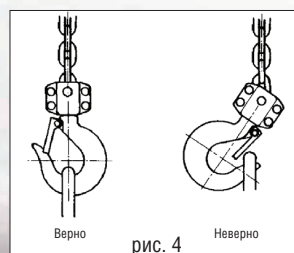

рис. 4
- Установите рычаг реверса на рукоятке в нейтральное положение (Рис. 4) так, чтобы цепь ходила свободно.
- Примечание: цепь ходит свободно, когда нет груза. Подтяните цепь, чтобы она не провисала или ослабьте конец, вращая маховик. Установите рычаг реверса в верхнее положение (Рис. 4).
- Ослабьте или опустите груз, установите рычаг реверса на рукоятке в нижнее положение (Рис. 4) и приведите в движение рукоятку.